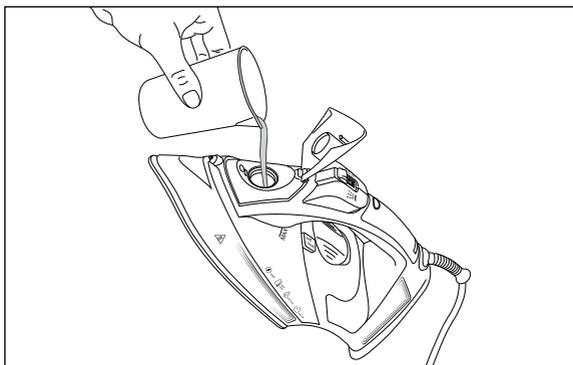

Fig. 4
- 3) Fyld målebægeret ⑮ med vand fra vandhanen eller destilleret vand. Fyld vandbeholderen ⑬ med målebægeret ⑮ (se fig. 4).